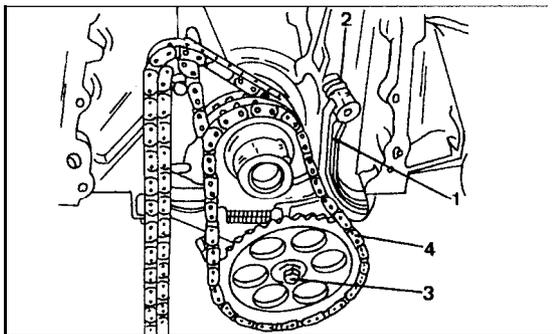

Bild 171
Der Motor wird mit einer Druckumlaufschmierung mit Öl versorgt. Eine Zahnradpumpe liefert den zur Schmierung erforderlichen Druck. Die Pumpe wird durch eine getrennte Einzelrollenkette vom Steuerrad der Pleuellager angetrieben. Die Kette wird durch einen Kettenspanner mit Torsionsfeder gespannt gehalten, wie es aus Bild 171 ersichtlich ist.
● Die Schraube des Kettenrades („3“, Bild 171) der Ölpumpe lösen und mit der Scheibe abnehmen. Das Antriebsrad der Ölpumpe zusammen mit der Antriebskette (4) von der Welle herunterziehen. Beim Einbau des Kettenrades wird man feststellen, dass eine Seite des Kettenrades gewölbt ist. Diese Wölbung muss zur Ölpumpe weisen. Bild 174 zeigt die Stelle des Kettenrades mit dem Pfeil. Ebenfalls ist die Kettenradbohrung mit einem Profil versehen, welches richtig über die Pumpenwelle eingreifen muss.